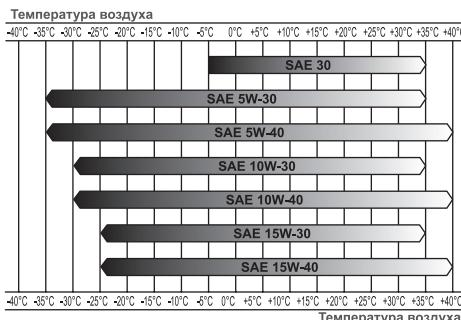

Рис. 13 Определение вязкости масла
*Нельзя применять масло для двухтактных двигателей. Рекомендуется применять моторное масло для четырехтактного бензинового двигателя категории SE и SF по системе классификации API. Вязкость масла по классификации SAE выбирается в зависимости от температуры окружающего воздуха, при которой будет работать двигатель. При выборе вязкости масла пользуйтесь таблицей Рис. 13.*